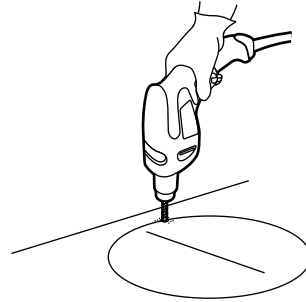

Fig. 18
- > Utilisez un foret adapté pour percer un trou d'au moins 12 mm sur la ligne de coupe (Fig. 18).